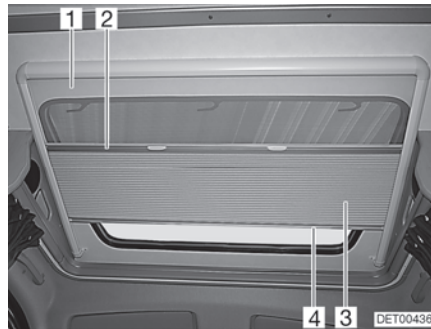

Bild 48 Takfönster
Plisségardin Plisségardinen (Bild 48,3) och insektsskyddet (Bild 48,1) är fastsatta i varandra.
- Ta tag i mitten på plisségardinens kantlist (Bild 48,4) och dra försiktigt ned den.
- Håll i plisségardinens kantlist (Bild 48,4) och drag sakta tillbaka den.
- Ta tag i mitten på insektsskyddets kantlist (Bild 48,2) och dra försiktigt ned den.
- Håll i insektsskyddet vid plisségardinens kantlist (Bild 48,4) och drag sakta tillbaka det.